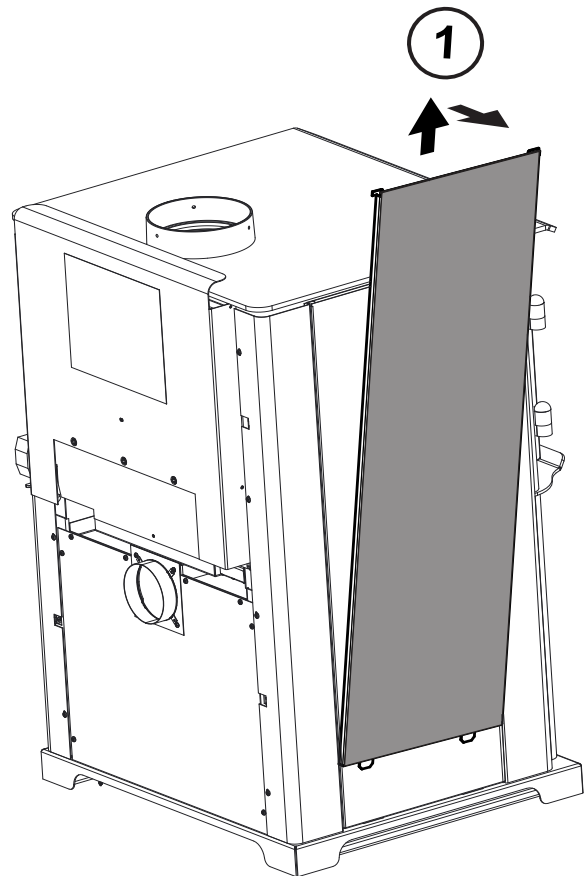

Figure 20.3
1. Retirez le panneau complet du côté en le soulevant et en le retirant de l'appareil (utilisez un outil plat afin de forcer le bas au besoin). **Figure 20.3**
1. Retirez le cadre des tuiles du côté de l'appareil en le soulevant et le retirant de l'appareil. **La figure 20.3 présente le retrait du panneau latéral complet.**